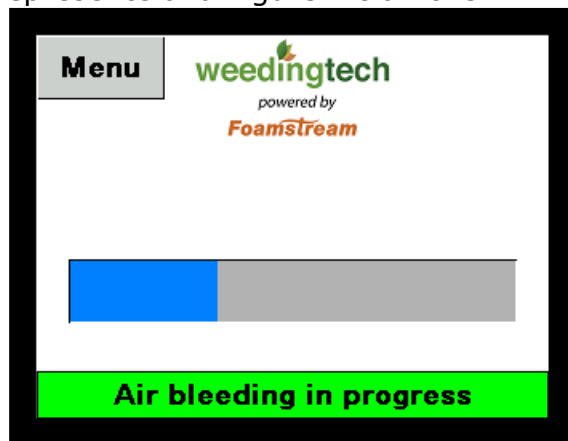

Figure 4 - Écran de purge du PLC
- ✓ Une fois que le bouton « 1 » ou « 2 » de la **Error! Reference source not found.** a été enfoncé, l'écran de purge représenté à la Figure 4 s'affiche.